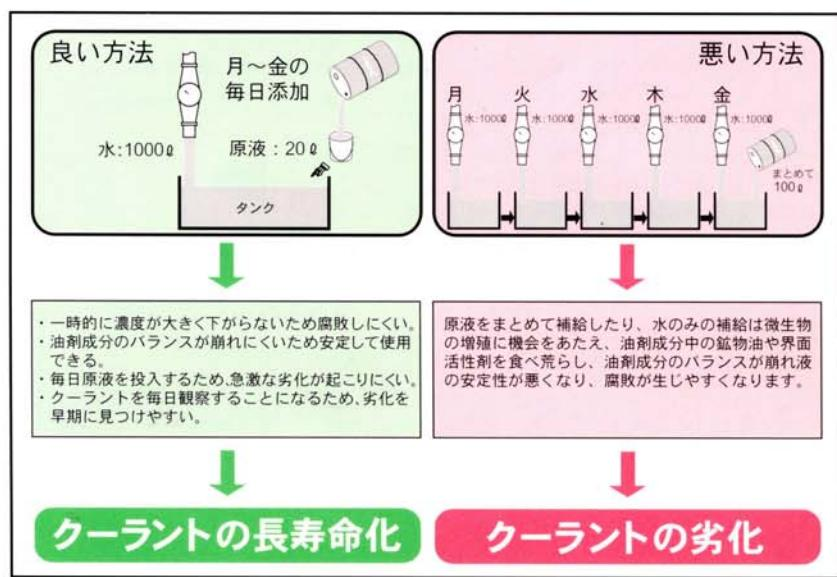

図5 補給方法
①水だけの補給はしないで、必ず原液とともに。
②濃度変動を少なくするために、補給濃度は一定に、特に低い濃度にしないで下さい。(図5)